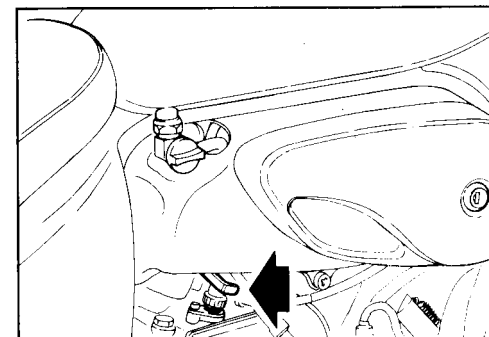

Fig. 8
- Se il motore è freddo, inserire lo starter abbassando la levetta del carburatore (fig. 8).